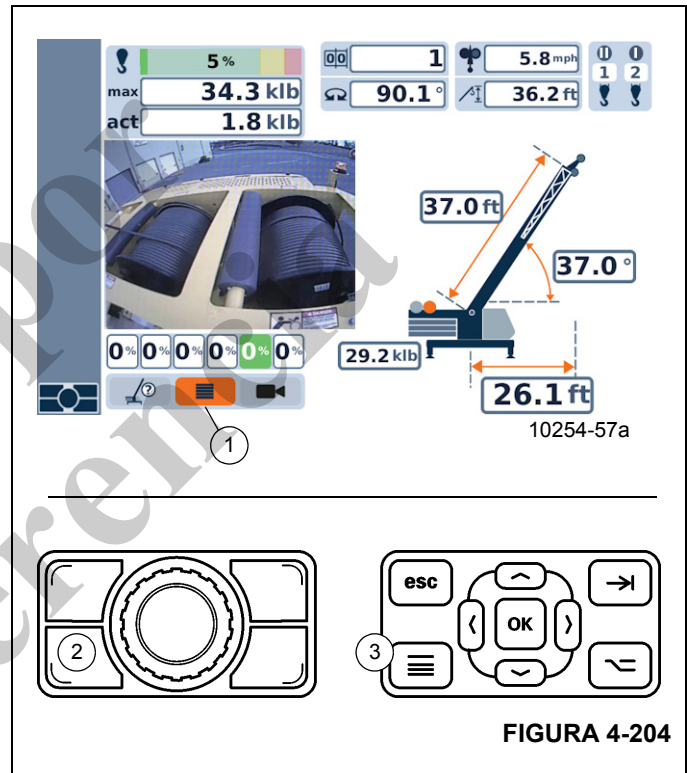

FIGURA 4-204
La vista de pantalla completa de la cámara de malacate se habilita en la pantalla de menú del RDM. El operador puede acceder a la pantalla de menú desde la pantalla principal seleccionando y confirmando el icono de menú (1, Figura 4-204), o pulsando el botón de menú en el cuadrante selector (2) o el panel de control de navegación del RDM (3).